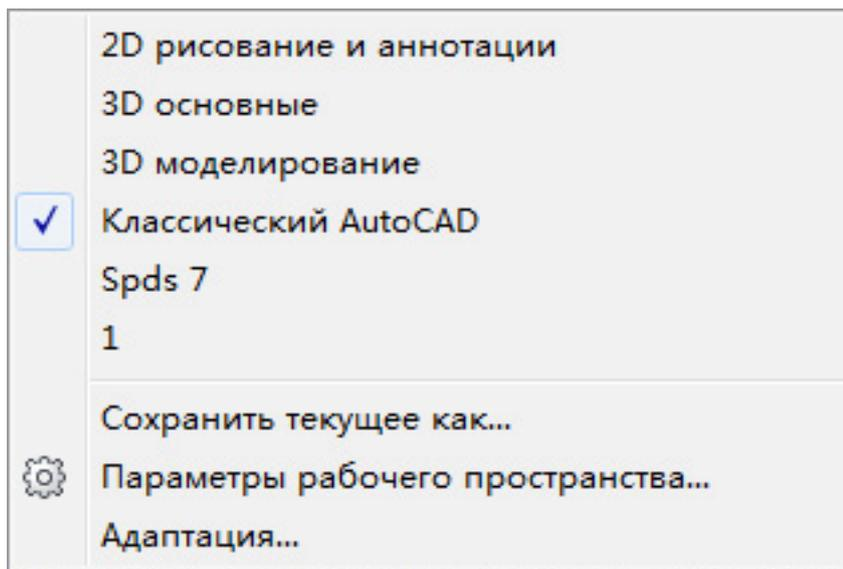

Рис. 2
2. Выберите в открывшемся списке строку **Классический AutoCAD** (рис.2).